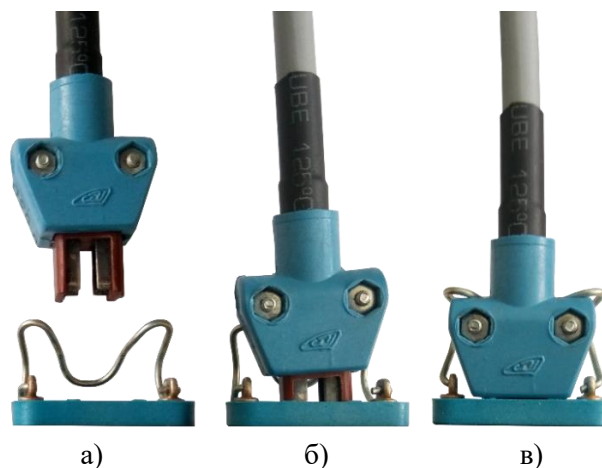

Рисунок 2.1 – Подключение преобразователя к прибору
1. Приподнять фиксатор соединения в вертикальное положение (рис. 2.1, а);